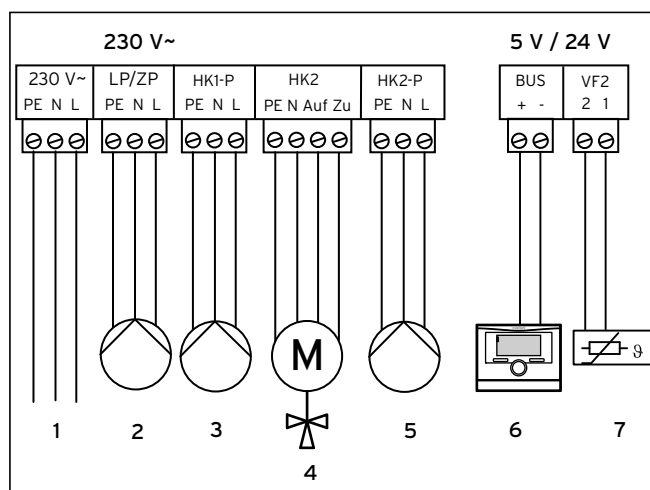

Bild 6.2 Klämmornas position på shuntmodul VR61/2
- Dra anslutningsledningarna till shuntmodulen VR 61/2 enligt (→ **Bild 6.2**).